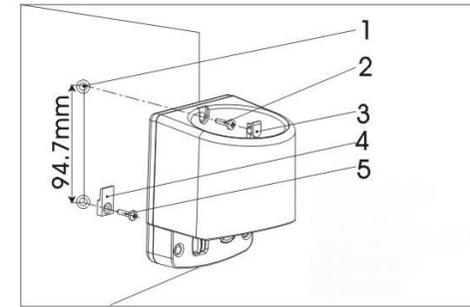
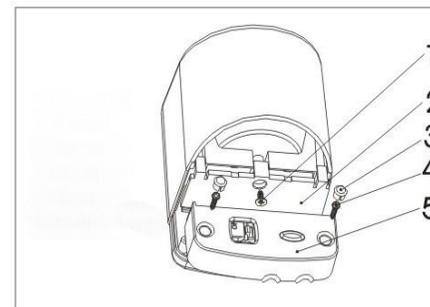

Fig. 2
Fig. 3
- 1 Bohrung von 2 Löchern, senkrecht untereinander, mit einem Abstand von 95 mm wie in Fig. 2 angewiesen. 6 mm Bohrer verwenden. Die beigelegten Dübel in die Löcher einsetzen und den in Fig. 2 mit 4 markierten Kunststoffbeschlag fest in das untere Schraubenloch schrauben.
- 2 Die Rückwand des Halters über den Kunststoffbeschlag führen; dadurch fixiert sie am Beschlag. Die Halterung fest an die Wand schrauben und die bei Fig. 2 mit 3 markierten Abdeckpropfen auf die Schraubenlöcher setzen.
- 1 Bohrung von 2 Löchern senkrecht untereinander mit einem Abstand von 95 mm, wie in Fig. 2 angewiesen 6 mm Bohrer verwenden. Die beigelegten Dübel in die Löcher setzen und den in Fig. 2 mit 4 markierten Kunststoffbeschlag fest in das untere Schraubenloch schrauben.
- 2 Den in Fig. 3 mit 5 markierten Blinddeckel entfernen.
- 5 Den in Fig. 3 mit 5 markierten Deckel wieder aufsetzen und die Einheit mit der beigelegten Schraube fest an die Wand schrauben (markiert mit 1 in Fig. 2).